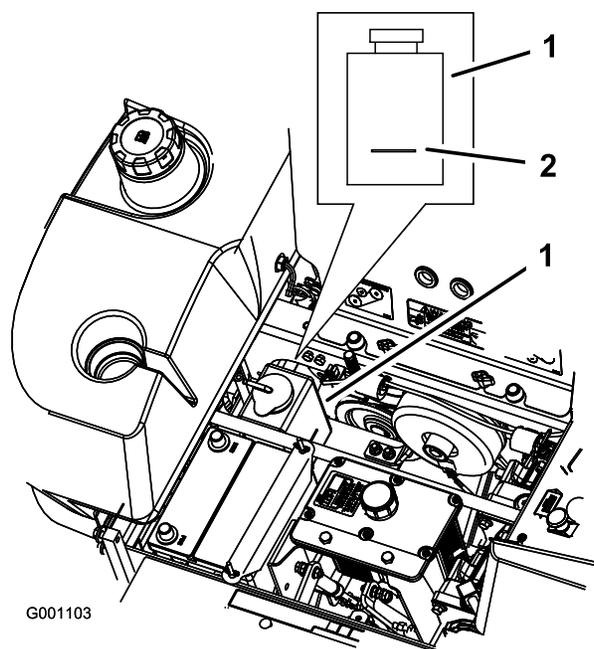

Figura 57
3. A motore freddo, controllate il livello della bottiglia di troppopieno. Il fluido deve raggiungere la sporgenza all'esterno della bottiglia di troppopieno (Figura 57).
4. Se il livello del refrigerante è basso, rabboccate la bottiglia di troppopieno con una miscela di 50% antigelo a lunga durata/DexCool® e 50% acqua (Figura 57).
5. Versate la miscela refrigerante 50/50 nella bottiglia di troppopieno e riempiete fino alla linea tracciata sulla bottiglia (Figura 57).